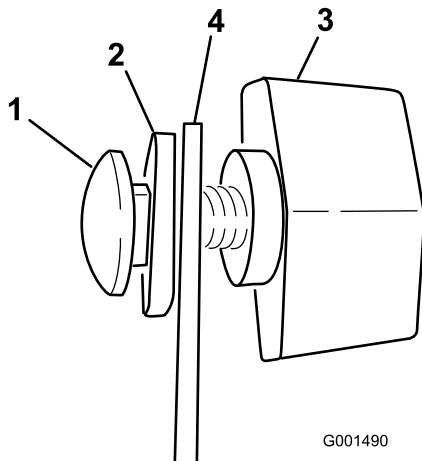

**Figura 7**
7. Conecte los conectores de cable del Spray Pro a los conectores de cable ubicados debajo del salpicadero (Figura 7).